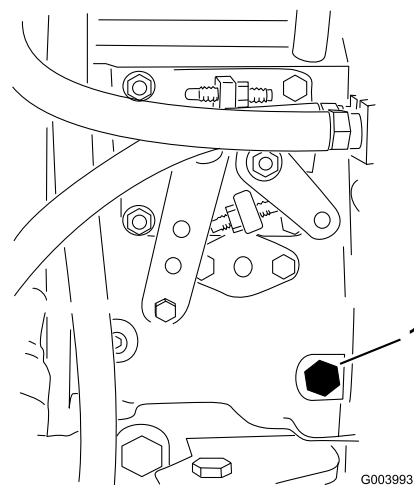

Bild 36
3. Öffnen Sie die Entlüftungsschraube an der Kraftstoffeinspritzpumpe (Bild 36) mit einem 12 mm Schraubenschlüssel.